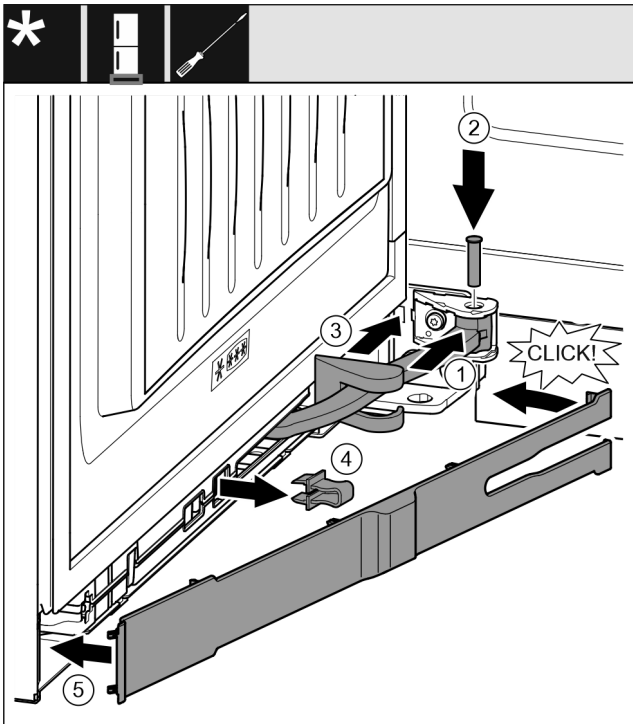

Fig. 47
- ▶ Rrotulloni menteshën në drejtimin e varjes. Fig. 47 (1)
- ▶ Vendosni bulonat me një kaçavidë T15 në vendin e varjes dhe në menteshë. Këtu bëni kujdes që gungat e kapjes të futen saktësisht në kanale. Fig. 47 (2)
- ▶ Shtyni kapakun mbulues të bazamentit mbështetës përgjatë krahut të menteshës dhe montojeni mbi vendin e varjes. Fig. 47 (3)
- ▶ Hiqni siguresën. Fig. 47 (4)
- ▶ Vendosni panelin mbulues anash dhe kthejeni për nga brenda. Fig. 47 (5)